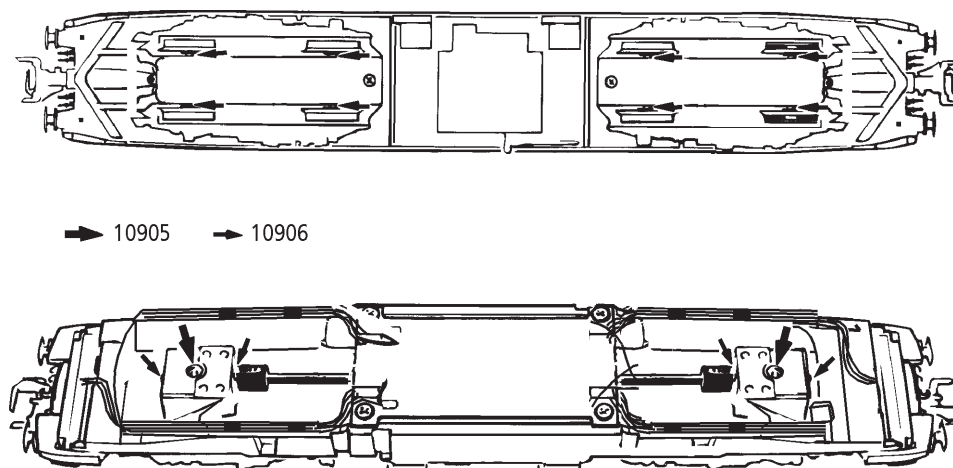

Fig. 10
**Schleiferwechsel:** siehe Fig. 10
**A.C. pick up:** see fig. 10
**Remplacement courant alternatif:** voir fig. 10
**4. Remplacement du moteur:** Démontez la caisse (voir fig. 4), puis vous pouvez échanger le moteur (fig. 10).